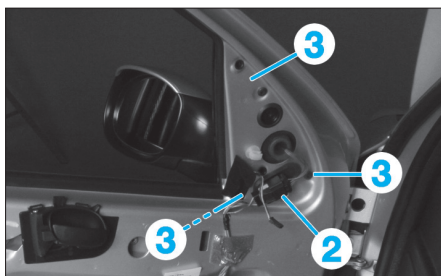

Fig. 29
- Débrancher le connecteur (2) (Fig.29).
- les vis (3),